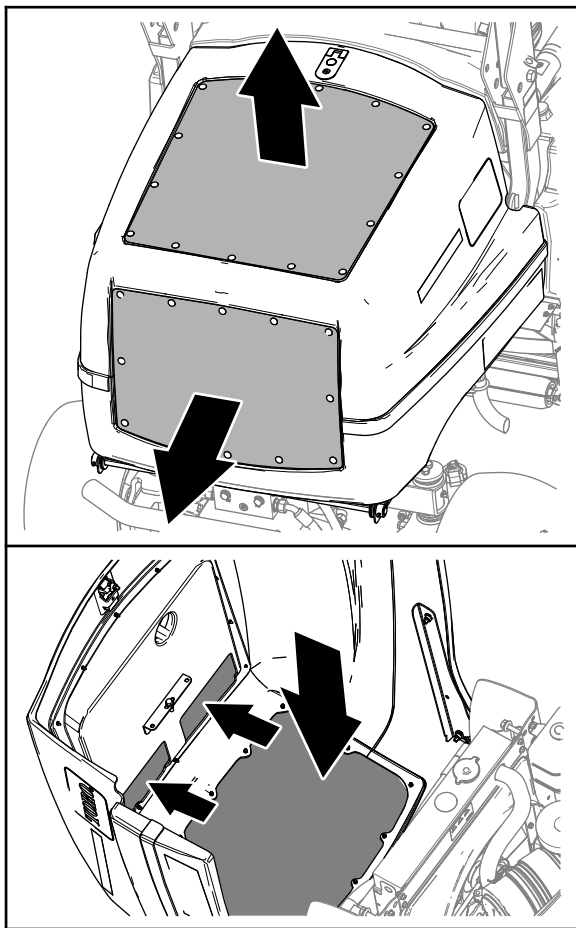

Figure 79
2. Nettoyez l'extérieur des grilles du capot (Figure 79).
3. Déverrouillez et soulevez le capot (Figure 79).
4. Nettoyez l'intérieur des grilles du capot à l'air comprimé (Figure 79).